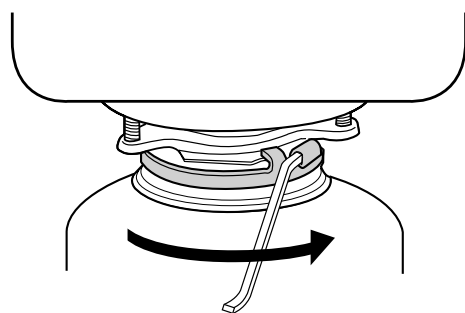

Рис. 9
2. Поднимите измельчитель, вставьте его верхнюю часть (монтажную прокладку) в монтажный узел и поверните нижнее монтажное кольцо вправо с помощью специального ключа или разводного гаечного ключа до тех пор, пока монтажные выступы не зафиксируются над ребрами (3) на направляющих монтажного кольца (см. Рис. 9). Убедитесь, что все три монтажных выступа защелкнулись над ребрами. Теперь измельчитель должен держаться самостоятельно.